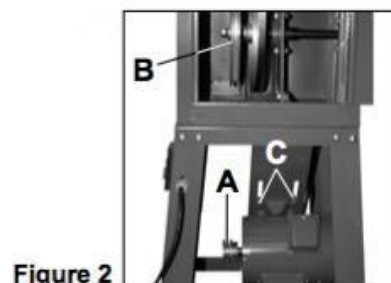

Figure 2
Une fois la base assemblée, attachez la courroie de transmission à la roue du moteur (A) et à la roue de broche (B) dans le compartiment situé juste au-dessus. Si les deux roues ne s'alignent pas correctement, desserrez les quatre boulons (C) maintenant le moteur en place et faites-le glisser vers le haut ou le bas, selon les besoins. Une fois les roues alignées, resserrez les boulons. (Figure 2)